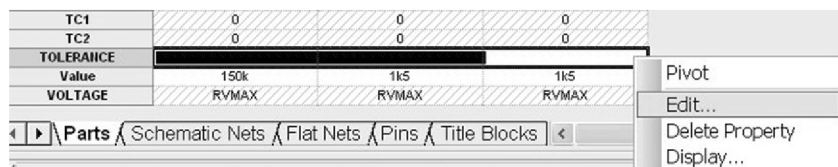
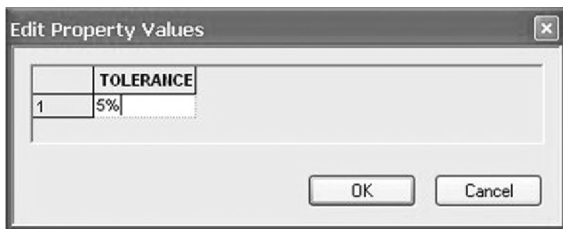
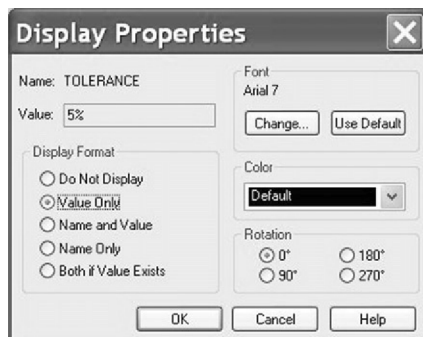

图 10.5 选中整个 Tolerance 容差行，然后选择 Edit 对其进行编辑
图 10.6 为电阻添加 5% 容差值
图 10.7 容差显示值设置
2. 首先把所有电阻的容差值设置为 5%。按住 Ctrl 键并选择电阻 R1、R2 和 R3，然后选择 **rmb > Edit Properties** 打开属性编辑器。如图 10.5 所示，在属性编辑器中选择 **Tolerance** 容差行（或列）然后通过 **rmb > Edit** 对其进行编辑。如图 10.6 所示，在属性值编辑对话框中输入 5%，然后单击确定，完成容差值设置。
3. 在图 10.5 中选择整个 TOLERANCE 容差行, 然后选择 **rmb > Display**, 在图 10.7 属性显示对话框中选择 **Value Only** 只对数值进行显示, 最后单击 OK 按钮对显示设置进行确定。